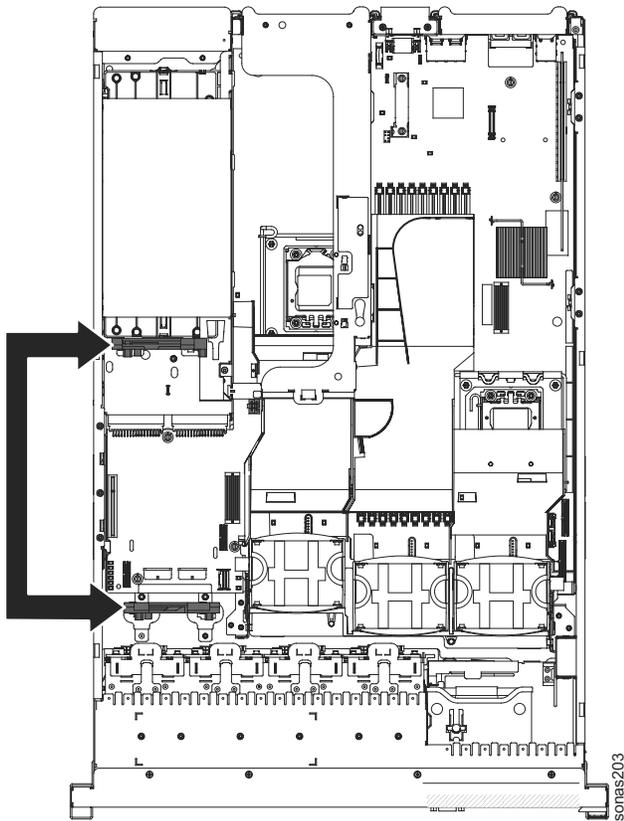

図 22. 16 ドライブ対応サーバー・モデルのコントローラー保持ブラケット
- a. ServeRAID-BR10il v2 SAS/SATA コントローラーを ServeRAID-M5015/M5014 SAS/SATA コントローラーに取り替える場合、新しい SAS コントローラーに適合するように、コントローラー保持ブラケットを交換する必要があります。144 ページの図 22 を参照。